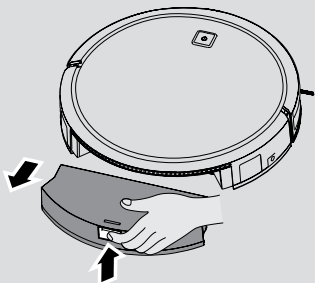

Fig. 17
1. Tryck på frigöringsknappen och dra ut den. [Fig. 17]
2. Tryck på dammbehållarens frigöringsknapp och ta bort behållaren från Roboten. [Fig. 17]